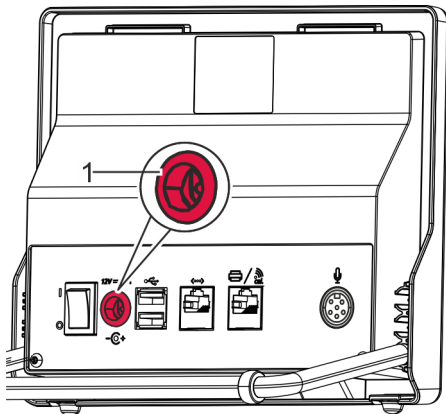

Fig. 10: Conector de alimentación
2. ➤ Enchufe el adaptador de la fuente de alimentación al conector de alimentación (Fig. 10/1).